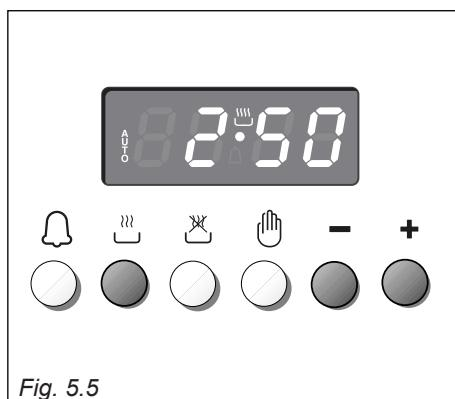

Fig. 5.5
1. Déterminer le temps de durée de la cuisson en pressant le poussoir et le poussoir pour avancer, ou pour revenir si le temps désiré a été dépassé (fig. 5.5). La légende AUTO et le symbole s'allumeront.